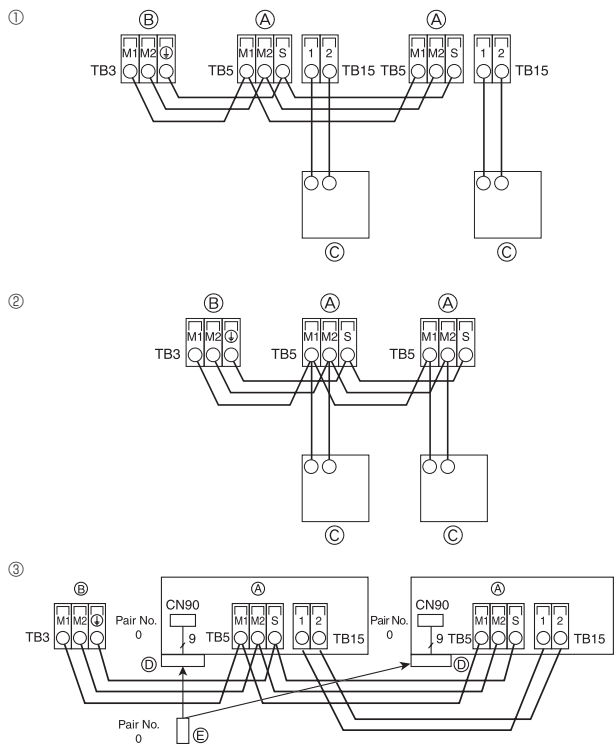
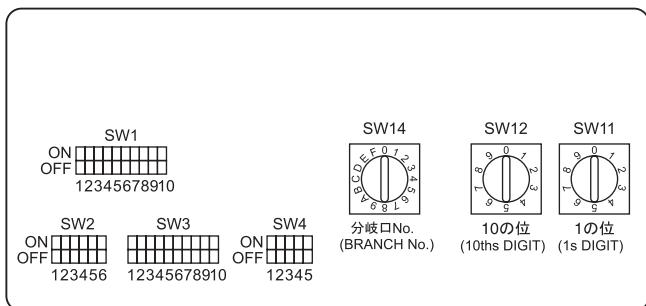

Fig. 4-5
Fig. 4-6
4.4. Conexión de los cables de transmisión del mando a distancia y de las unidades exterior e interior (Fig. 4-5)
① Mando a distancia MA
② Mando a distancia M-NET
③ Controlador remoto inalámbrico (al instalar un receptor de señales inalámbricas)
4.5. Configuración de las direcciones (Fig. 4-6)